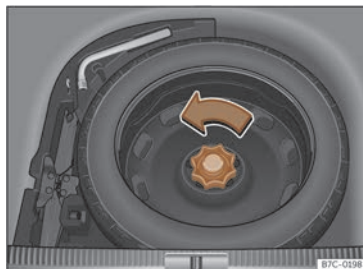

Fig. 211 Dans le coffre à bagages : plancher de chargement soulevé.
- Tournez la molette dans le sens inverse des aiguilles d'une montre >>> **fig. 211**.